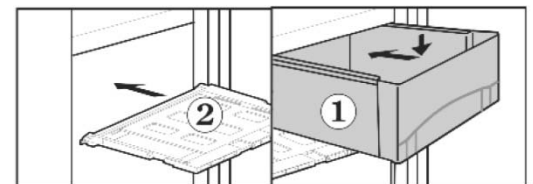

Fig. 13
- Sæt skuffelåget Fig. 13 (2) på: Indfør skuffelågets holdekanter i holderne nedefra, lad dem gå i hak i holderne.
- Sæt skufferne Fig. 13 (1) på skinnerne og skub dem helt ind, så man kan høre, at de går i hak.